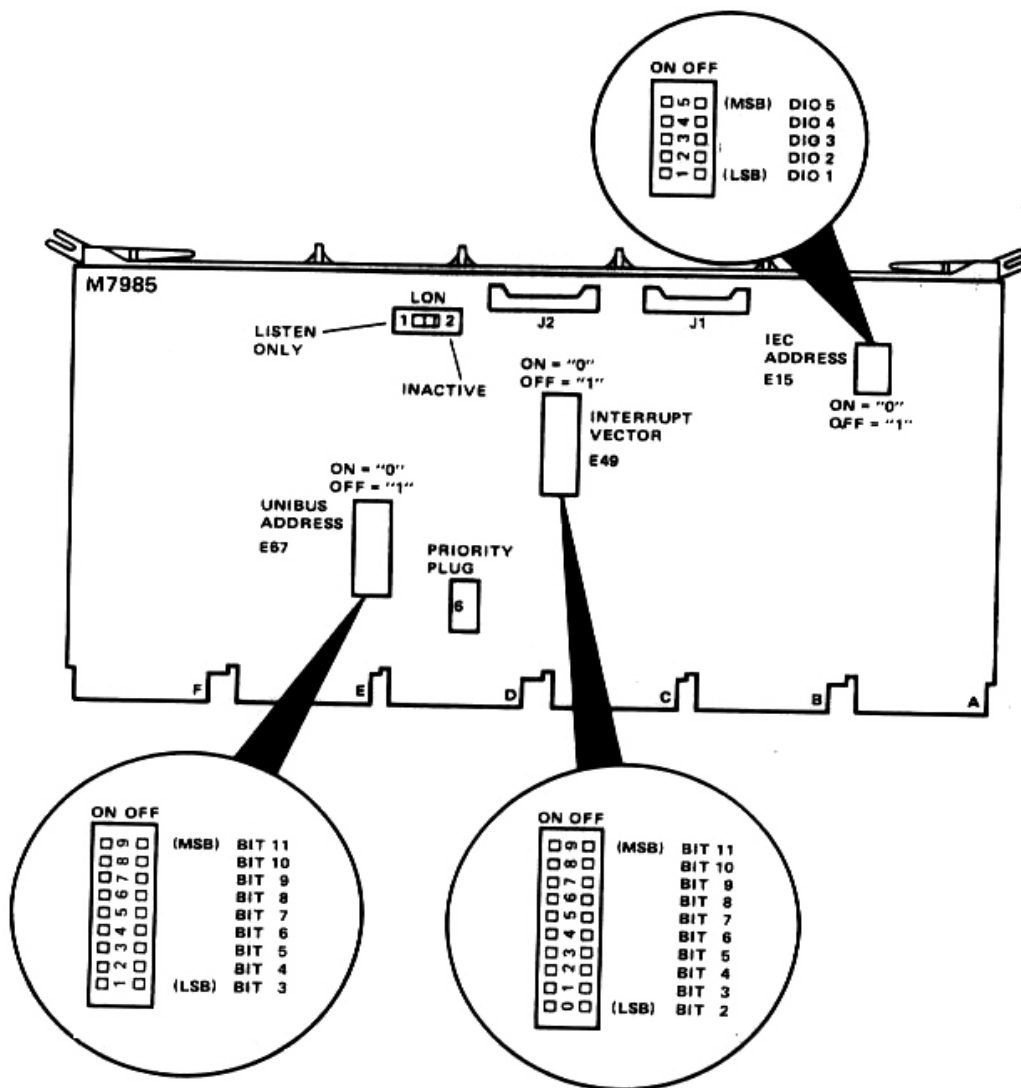

Figura 1-19 Localización de switches para la tarjeta M7985.
4. Configuración de varios switches del M7985 (refierase a al figura 1-19) como se muestra en la tabla 2-8.